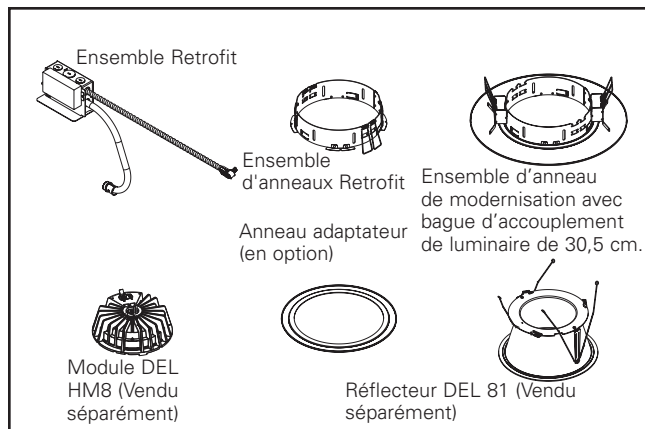

Figure 1.
1. Retirez le réflecteur ou la garniture et l'ampoule (Figure 1).